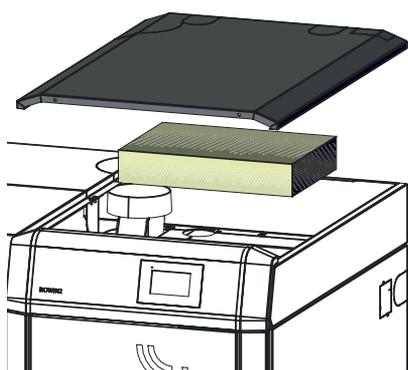

Fig. 47 Togliere il coperchio del rivestimento, rimuovere l'isolamento
- ▶ Togliere il coperchio del rivestimento e rimuovere l'isolamento sopra il coperchio delle superfici riscaldanti – Fig. 47.